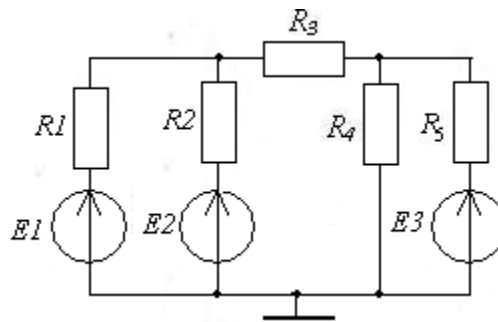

Рис. 2
**Задача №2.** Для схемы, представленной на рис. 2, найти токи, протекающие через резисторы  $R2, R3, R4$ . Параметры элементов схемы представлены в Таблице 2.